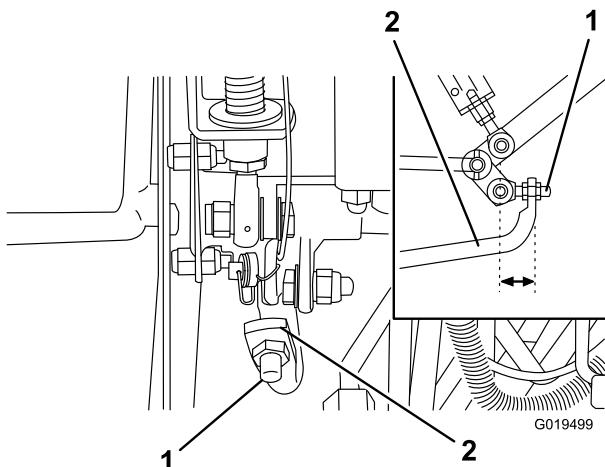

図 72
4. 前への動きを止めたい場合は、ポンプロッドの端部にあるジャムナットを回してポンプロードコントロールチューブ図 72 を前へ動かす。後の動きを止めたい場合は、後へ動かす。